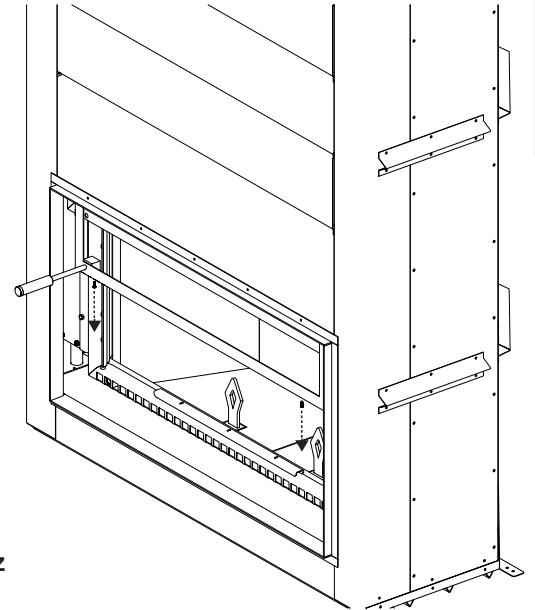

FIG 1:
- C. Dévissez les dispositifs de retenue supérieurs et inférieurs à l'intérieur du cadre de porte. **(FIG.1)**
- A. Insérez la poignée et soulevez légèrement l'écran pour pouvoir retirer les 2 vis sur le fond à l'intérieur du cadre de l'écran (**FIG. 1**)
- A. Retirez les vis des supports et enlevez le panneau arrière (1) de la chambre de combustion en le faisant glisser. Répétez pour les deux panneaux latéraux (2, 3). (FIG.1)